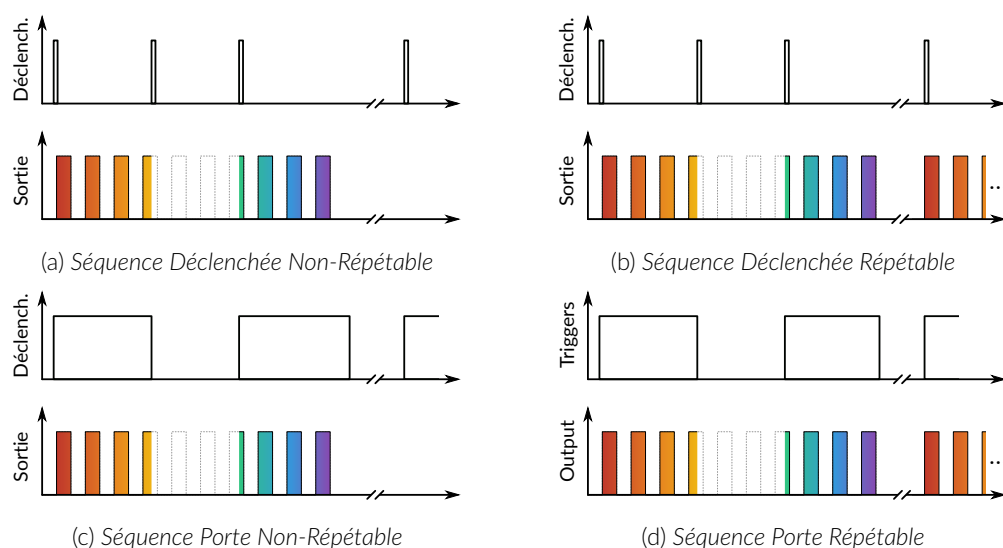

Figure 4.10 – Séquence du mode Continue
- **Continue** : ce mode déclenche la séquence lorsqu'un front montant supérieur à 3,3 V est détecté sur l'entrée BNC (Fig. 4.10). L'impulsion d'entrée suivante (en mode *Déclenché*, Fig. 4.10a) ou un front descendant (en mode *Porte*, Fig. 4.10c) arrêtera le signal en sortie, mais la séquence continuera. La sortie sera réactivée à la réception du front montant suivant. Les déclencheurs n'affectent que la valeur de la tension de sortie. Lorsque la case **Séquence répétable** est cochée, la séquence redémarre avec l'arrivée du premier front montant après la fin de la séquence (Figs. 4.10b et 4.10d).